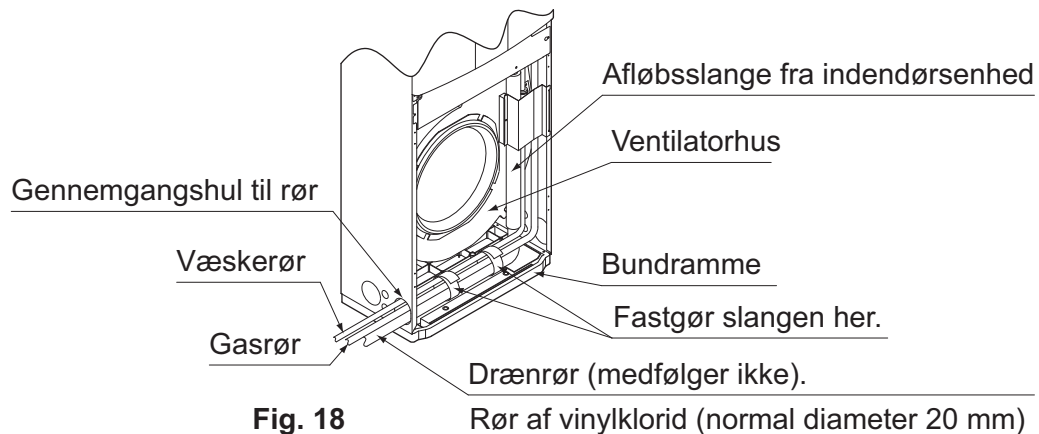

Fig. 18
- For at undgå træk i indendørsenhedens drænslange skal man fastgøre drænrøret imod kølerøret, som vist i fig. 18. Dette skal gøres for at forhindre, at drænrøret trækkes af og/eller at isoleringen forskubbes. Drænrøret skal ledes nedad i en hældning på 1/100 fra drænrørstilslutningen på enheden.
- (1) Alle rør i rummet og inde i enheden.
- (2) Ved forbindelsen mellem indendørsenhedens drænslange og bygningens drænrør.